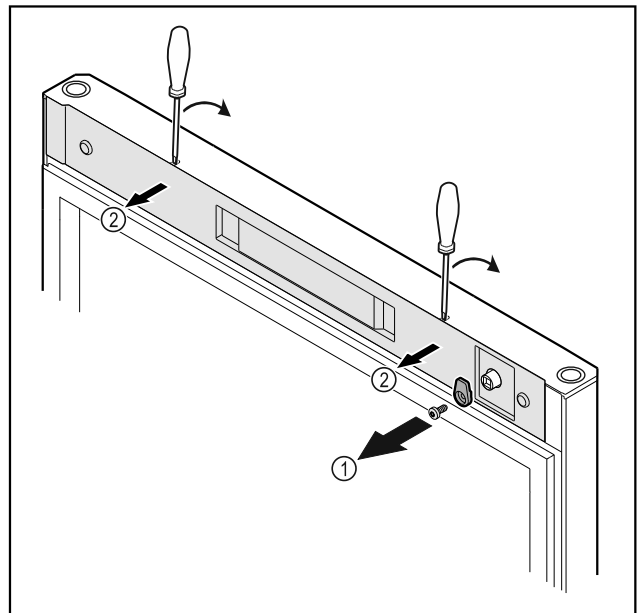

Fig. 20
- ▶ Відкрити запірний гачок Fig. 20 (1).
- ▶ За допомогою малої викрутки зніміть з фіксатора кришку Fig. 20 (2) і видалить.